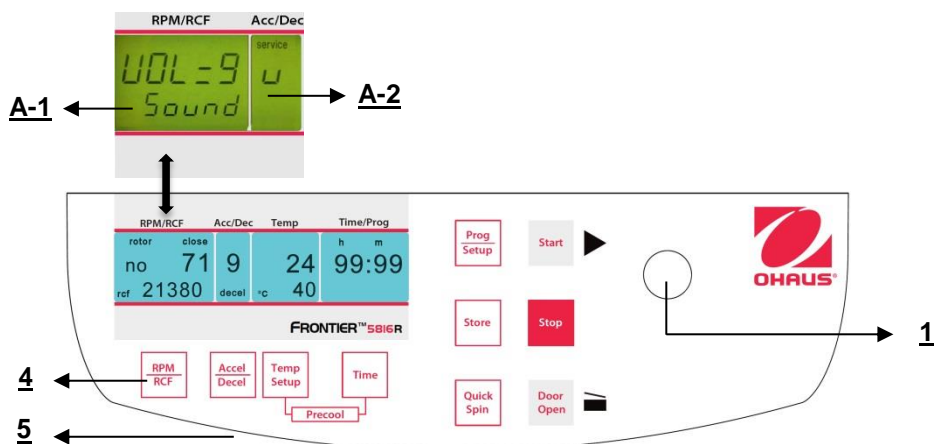

Figura 33
Procedere come descritto al punto 4.1.per inserire questa modalità programma e poi premere il tasto "Accel/Decel" (5). Sul display "Acc/Dec" (A-2) lampeggia la parola "Service". Selezionare adesso la lettera "U" con la manopola di regolazione (1). Di conseguenza, sul display "RPM | RCF" (A-1), appaiono le parole "Vol=0-9/Sound". Dopo aver premuto il tasto "RPM | RCF" (4), è possibile regolare il volume desiderato fra 0 (basso) e 9 (alto) con la manopola di regolazione (1) (Vedere figura 33).